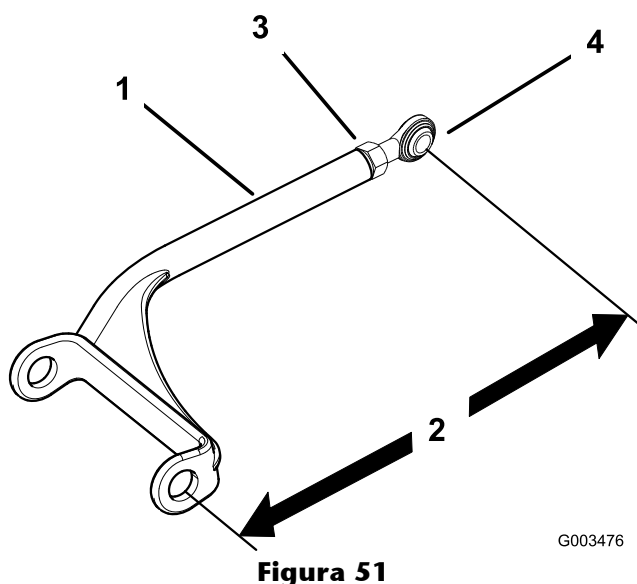

Figura 51
1. Afloje la contratuerca y gire la articulación esférica en el sentido contrario a las agujas del reloj, una vuelta cada vez (Figura 51).
- Ajuste cada lado en la misma cantidad. Cada brazo de empuje debe tener una longitud de 384 mm (Figura 51).